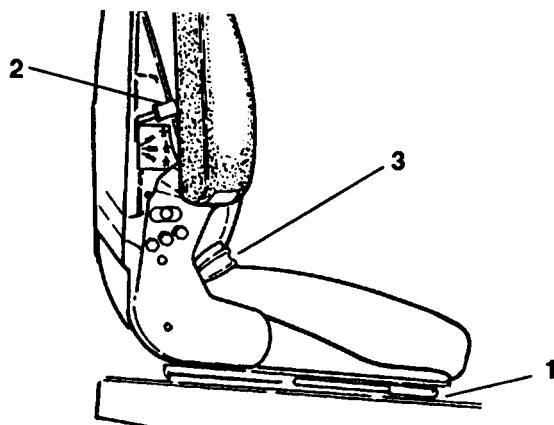

図13
**座席調整（図13）**
**デラックスシートの座席調整（図13）**